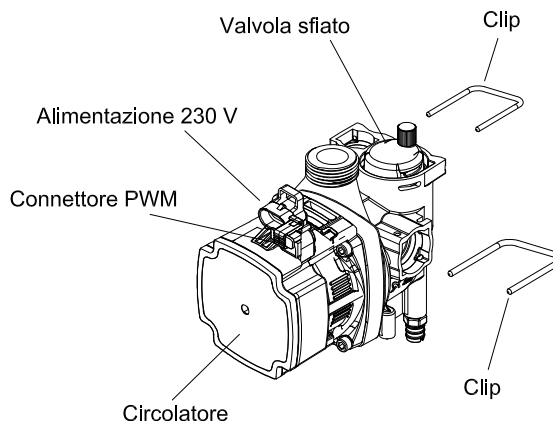

Fig. 34
7.12 - SOSTITUZIONE CIRCOLATORE (fig. 34)